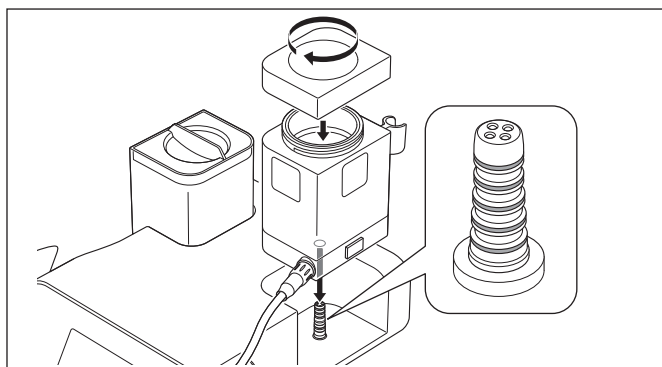
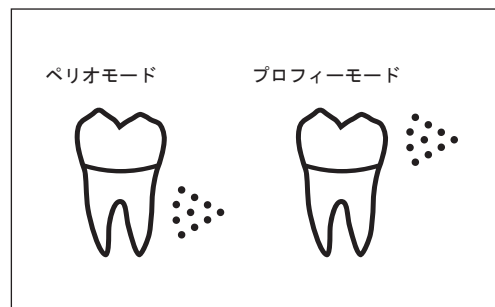

図27
図28
- 2) チャンバーにぴったり合うようにチャンバー用ふたをしっかりと閉め、コントロールユニットにまっすぐ挿し込みます（図27）。パワーモード表示には装着されたチャンバーの種類がアイコンで表示されます（図28）。
- ・チャンバーをコントロールユニットに挿し込む前に、チャンバー接続部のOリングが損傷、切れていないか確認してください（図27）。作動不良や故障の原因になります。